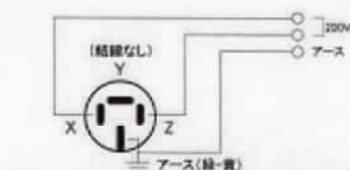

図2. 付属プラグ接続方法(三相200V)
- ①のネジを緩め、プラグ部をケースから外します。
- ケーブルを②のネジを緩めて通します。
- 通したケーブルの各リード線をプラグ部の③の穴にそのまま差し込みます。(配線は図2を参照してください。)
- ④のネジを締め込むとリード線が固定されます。
- 最後に①と②のネジを固定してください。